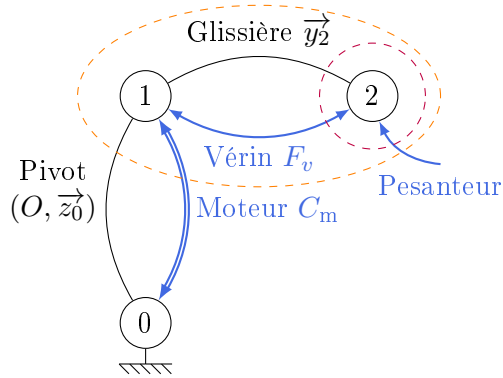

FIGURE 3 – Exemple d'une chaîne ouverte
**Exemple :** pour la chaîne ouverte de la FIGURE 3